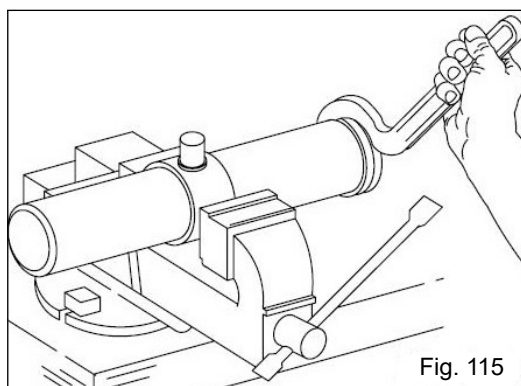

Fig. 115
- Fixe o cilindro em uma morsa (Fig. 115) e com uma chave especial, solte a porca do guia, retirando a haste com o êmbolo;